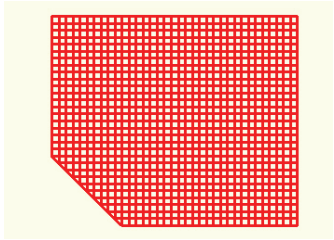

图 5-77 多边形平面填充
4) 在终点处右击，程序会自动将终点和起点连接在一起，形成一个封闭的多边形平面，如图 5-77 所示。